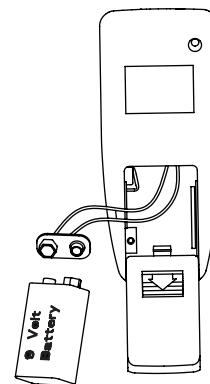

Fig. 27
Étape 2: Retirer le couvercle de la batterie, connecter une batterie de 9V (fournie) en respectant la polarité et remettre le couvercle de la batterie en place (Fig 27).